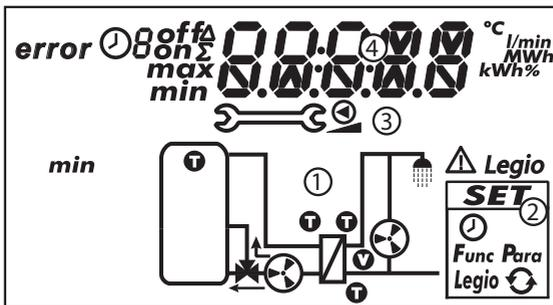

Abb. 7: Übersicht über die Bereiche der Anzeige (alle Elemente sichtbar)
Nachstehende Tabelle beschreibt die Symbole in der Systemgrafik (① in Abb. 7).
Das Einstellmenü (② in Abb. 7) enthält folgende Einträge:
Nachstehende Tabelle beschreibt die Piktogramme für Funktionen (③ in Abb. 7).
Die Anzeige der Betriebs- und Einstellwerte (Ⓔ in Abb. 7) besteht aus folgenden Elementen: